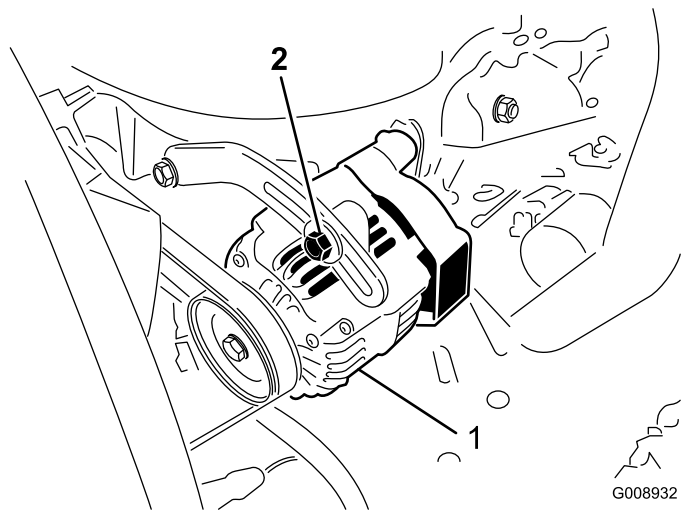

Figura 78
Controllate lo stato e la tensione delle cinghie (Figura 78) ogni 100 ore di servizio.
2. Se l'inflessione non è di 10 mm, allentate i bulloni di fissaggio dell'alternatore (Figura 78). Aumentate o riducete la tensione della cinghia dell'alternatore e serrate i bulloni. Controllate di nuovo l'inflessione della cinghia per accertare che sia esatta.